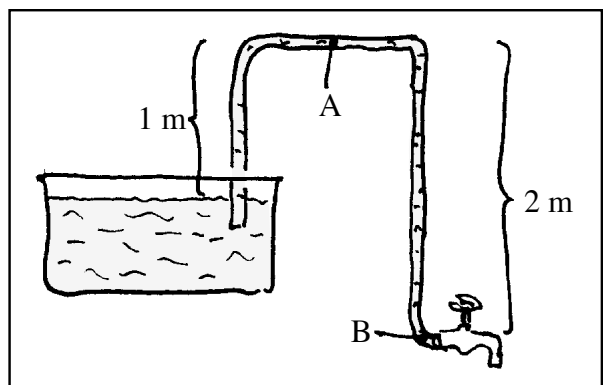

Fig. 9.35. Per l'esercizio 3
3. Qual è la pressione dell'acqua nel punto A in fig. 9.35? Qual è la pressione nel punto B? Cosa succede se si apre il rubinetto?